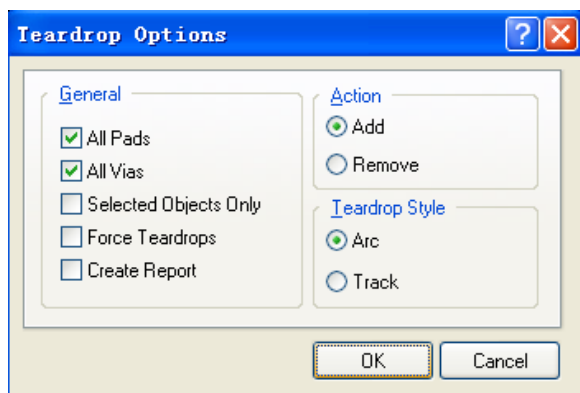

图10-27 泪滴设置对话框
(1) 打开需要放置泪滴的PCB板，执行“tools”→“Teardrops”命令，弹出如图10-27所示泪滴设置对话框。